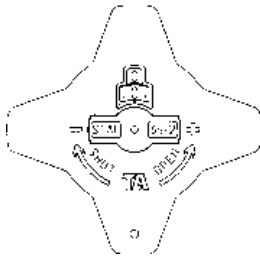

Fig. 1/Bild 1 Valve closed/Ventil geschlossen/Vanne fermée
1. Close the valve fully (Fig 1)
1. Das Ventil ganz schließen (siehe Bild 1)
1. Fermer complètement la vanne (fig. 1)